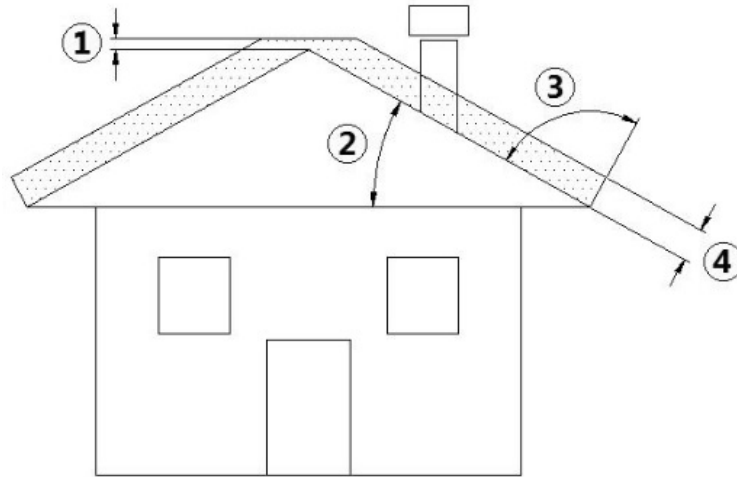

Fig. 4 - Schuin dak
LEGENDA Fig. 4
- De hoogte waarop de rookgassen in de atmosfeer uitgestoten worden, moet buiten de zone van terugstroming liggen. Deze terugstroming wordt veroorzaakt door de vorm van het dak of door obstakels die zich in de nabijheid bevinden (zie **Fig. 4**).